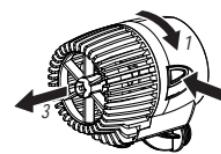

**Fig. 11**
**NWA 1900 Adj-3200:** press the two lateral buttons inwards and then remove the impeller chamber (Fig. 8-9). Remove the rotor (Fig.10) and clean it or replace if necessary (Fig. 11). Replace the rotor and re-assemble the impeller chamber until you hear the locking click.
**NWA 1900 Adj - NWA 3200:** premere i due tasti laterali verso l'interno e poi rimuovere la camera della girante (Fig. 8 e 9). Estrarre il rotore (Fig. 10) e pulirlo o sostituirlo se necessario (Fig. 11). Inserire nuovamente il rotore e assemblare la camera della girante fino ad udire lo scatto di chiusura.